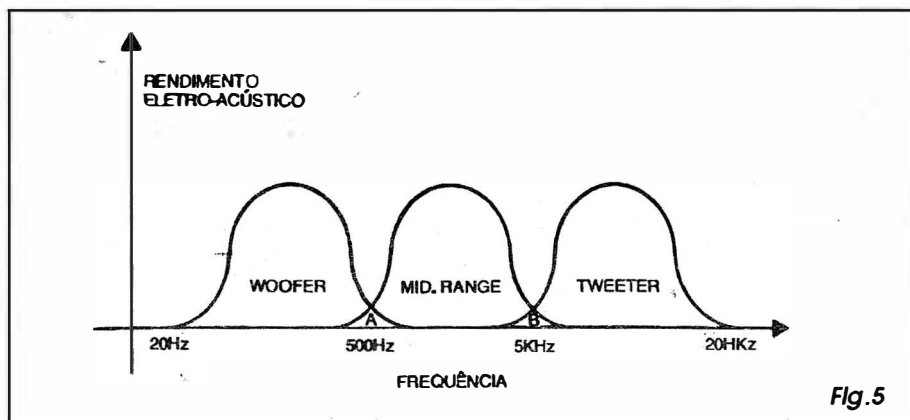

Fig. 5
- FIG. 5 - OS GRÁFICOS DE RENDIMENTO (QUANTO À FREQUÊNCIA) DOS ALTO-FALANTES - A voz humana tem seu espectro de tonalidades ou frequências (enquanto apenas *falando*...) mais ou menos na região central da faixa audível (médios...). Entretanto, para a re-
- **FAIXA** - A gama de frequências dentro da qual o alto-falante apresenta rendimento ótimo, é qualificada pelos termos (já explicados) *woofer*, *mid-range* e *tweeter*... De uma forma mais técnica, os fabricantes também costumam indicar os limites inferior e superior das respectivas faixas, em Hertz (Hz), eventualmente até mostrando, na caixa do produto, um pequeno gráfico nos moldes daqueles sugeridos na **FIG. 5**...